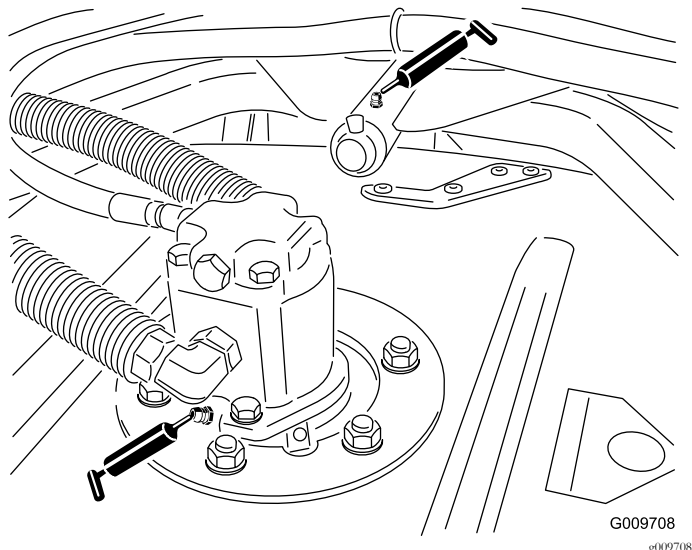

Figura 36
- Cuscinetti dell'asse del fusello dell'apparato di taglio (2 per piatto) come illustrato nella Figura 36
- Boccole del braccio portante dell'apparato di taglio (1 per piatto) come illustrato nella Figura 36